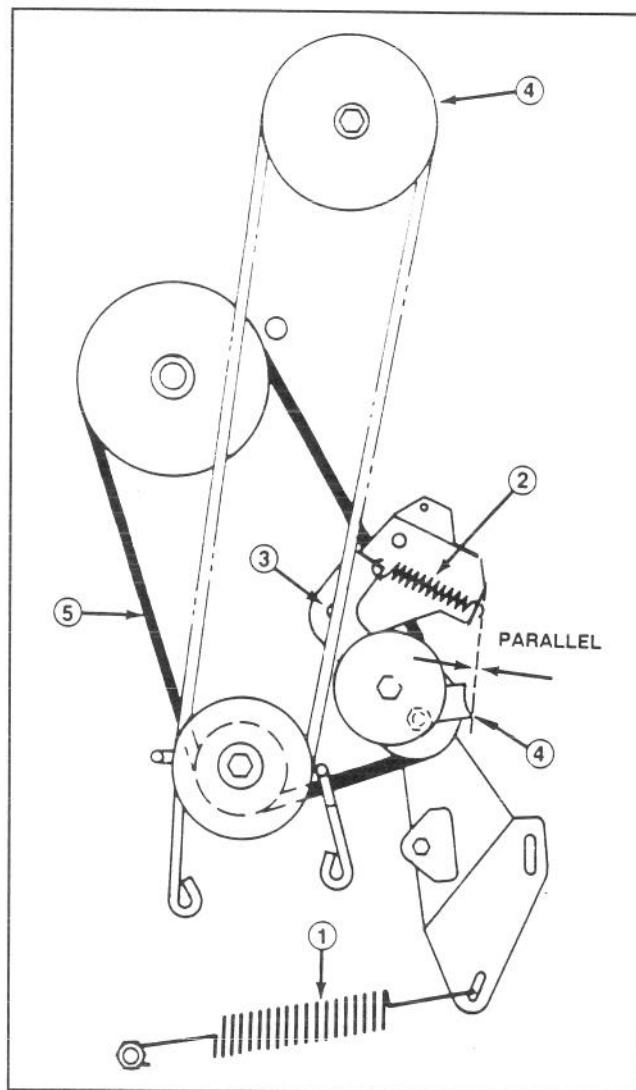

Figure 20
7. Décrocher le gros ressort de traction, de la vis de montage (Fig. 20). Etre prudent en décrochant le ressort, celui-ci est tendu à fond.
8. Décrocher le ressort de la poulie de tension, de la patte de la poulie (Fig. 20).
9. Enlever le contre-écrou et la rondelle retenant la patte de la poulie au châssis et enlever la patte (Fig. 20).
10. Desserrer le contre-écrou de la poulie, jusqu'à ce que le guide de la courroie soit enlevé (Fig. 20). Enlever la courroie de toutes les poulies.
Remarque: Au moment de remettre le guide de la courroie sur la poulie de tension, s'assurer que le bord du guide est parallèle à la courroie, comme cela est illustré à la Figure 20.